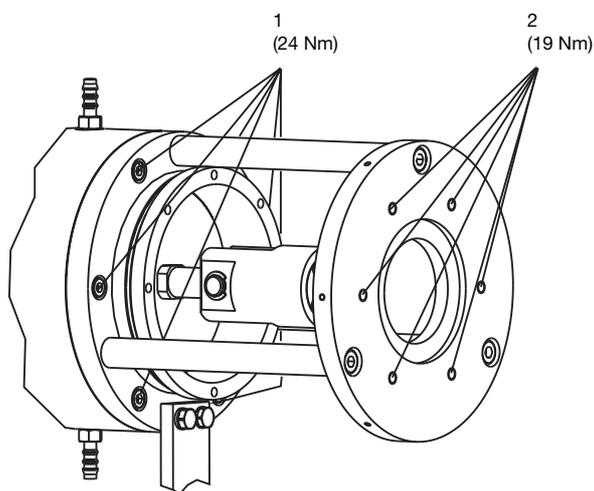

Fig. 19 Module de dosage à piston Makro/ 5 (M5Ka)
- Pour les modules de dosage à piston (M5Ka) (voir Fig. 19) :